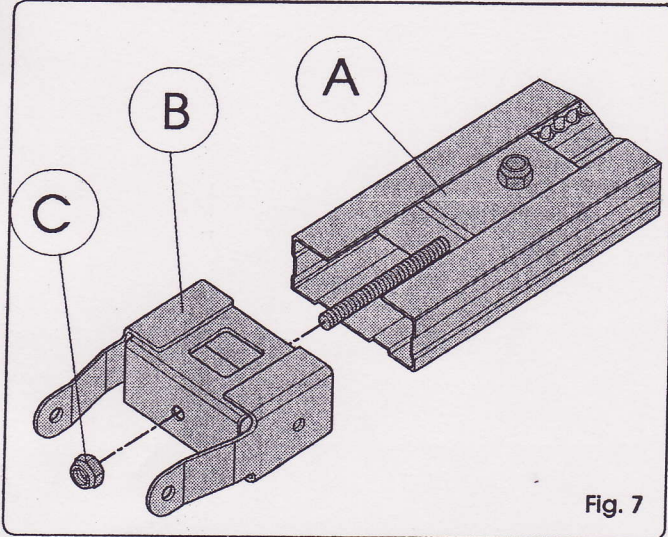

Fig. 7
- 2) Faire coulisser le groupe de renvoi sur toute la longueur du rail de guidage (Fig. 7 réf. A) pour l'amener à proximité de l'élément antérieur, opposé au groupe d'embrayage de la traction.
- 3) Assembler la patte d'attache antérieure (Fig. 7 réf. B) au groupe de renvoi (Fig. 7 réf. A).
- 4) Tendrer légèrement la chaîne en vissant l'écrou (Fig. 7 réf. C).